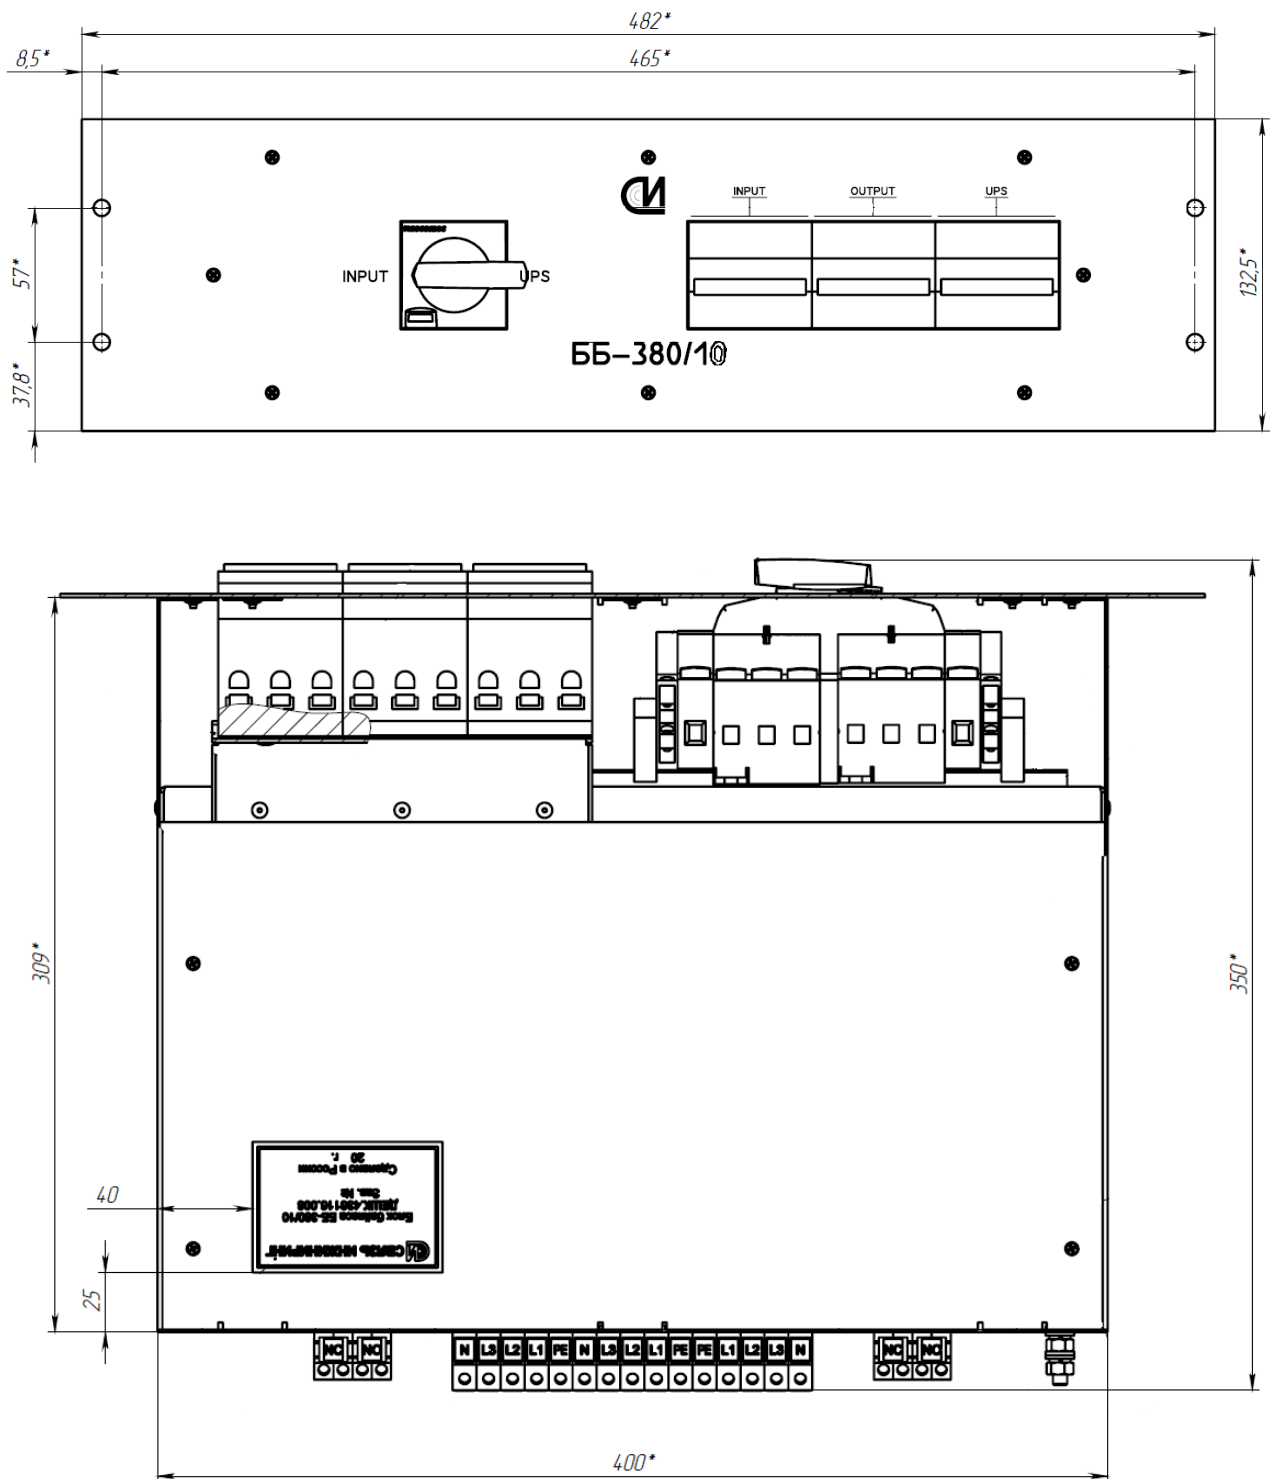

Рис. 1.
2.6 Общий вид и габаритные размеры блока байпаса ББ-380/10 приведен на рис.1.
5.1 Конструктивно блок байпаса ББ-380/10 выполнен в виде съемного блока (крейта) прямоугольной формы с присоединительными и установочными размерами, соответствующими ГОСТ 28601-90. Общий вид и габариты блока байпаса ББ-380/10 приведены на рис.1.